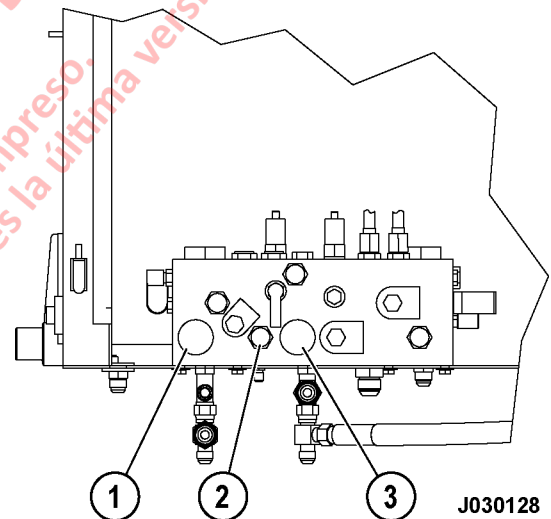

FIGURA 3-1. MÚLTIPLE DE FRENOS
La válvula de frenos es una válvula de modulación de presión. Esta se acciona mecánicamente por medio del pedal de freno en la cabina del operador o en forma hidráulica por medio de la válvula de aplicación automática (2, Figura 3-1) en el gabinete de frenos hidráulicos.
2. Ponga la palanca de control de dirección en ESTACIONAMIENTO y active el interruptor de descanso (rest). Gire el interruptor de arranque a OFF para apagar el motor y espere 90 segundos para que los acumuladores del sistema de dirección se purguen. Abra las válvulas de purga (1) y (3, Figura 3-1) para purgar los acumuladores de freno.
4. Con el motor apagado y el interruptor de arranque en OFF, abra ambas válvulas de purga del acumulador de freno (1) y (3, Figura 3-1). Precargue ambos acumuladores de freno a 9650 kPa (1400 psi). Consulte Procedimiento de carga del acumulador más adelante en esta sección.